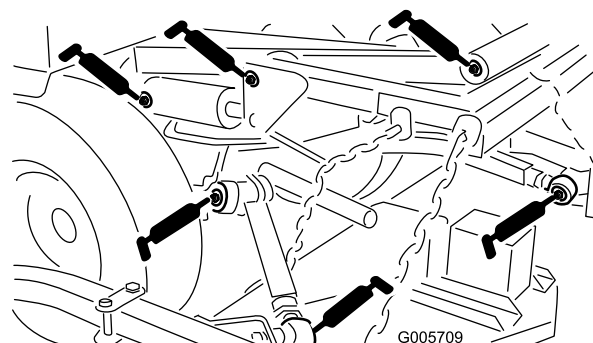

Figura 35
- Árbol de la toma de fuerza y horquillas (3) (Figura 35)
- Pivotes de los brazos de elevación (Figura 35)
- Articulaciones esféricas de los brazos de empuje izquierdo y derecho (Figura 35)